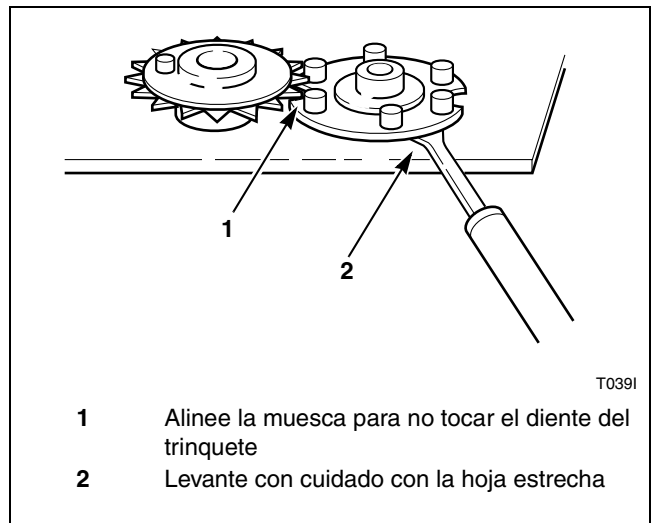

Figura 3
1. Gire la leva con la mano hasta que la muesca en “V” se alinee con el diente del trinquete. Consulte la *Figura 3*.